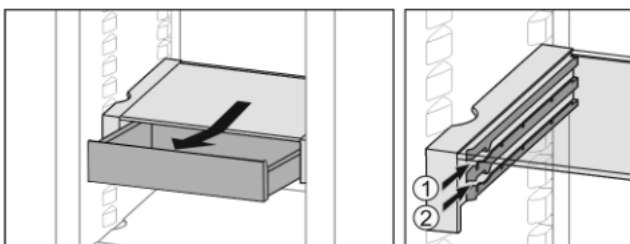

Fig. 32
- Inserire all'altezza desiderata Fig. 32 (1) o Fig. 32 (2).